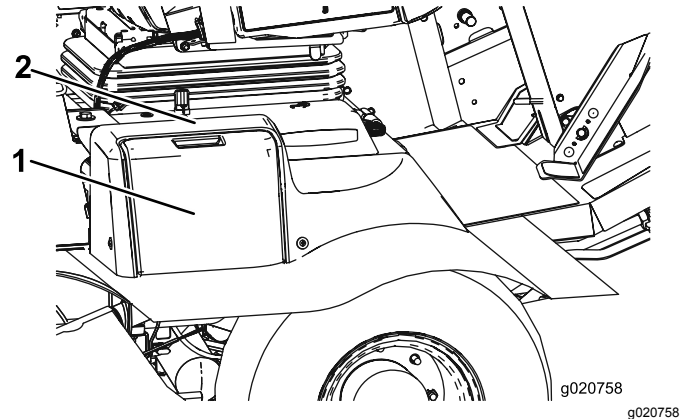

Bild 59
1. Öffnen Sie die Batterieabdeckung an der Seite der Abdeckung (Bild 59).
Hinweis: Üben Sie Druck auf die flache Oberfläche über der Batterieabdeckung aus, um das Entfernen der Abdeckung zu erleichtern (Bild 59).